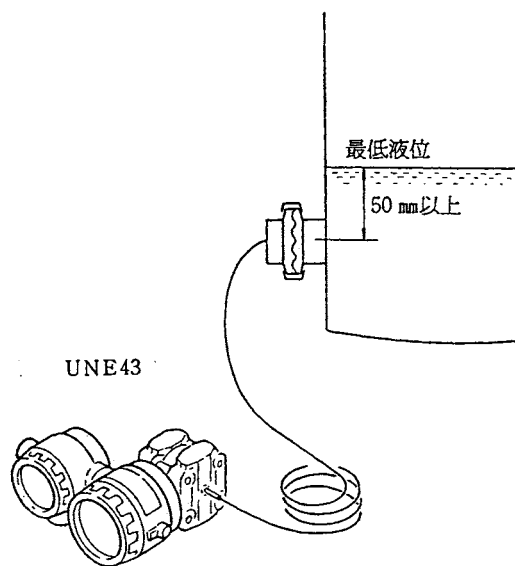

図 4.7 UNE43 ダイアフラムシール取付
- 1 高圧側ダイアフラムシールの取付け位置は、最低液位より 50 mm 以上、下になるように取付けてください（図 4.7 参照）。